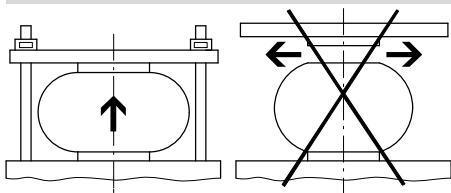

Fig. 2
- Убедитесь в том, что баллонный цилиндр не превышает максимальную высоту $h_{\max}$. Пример Fig. 2.